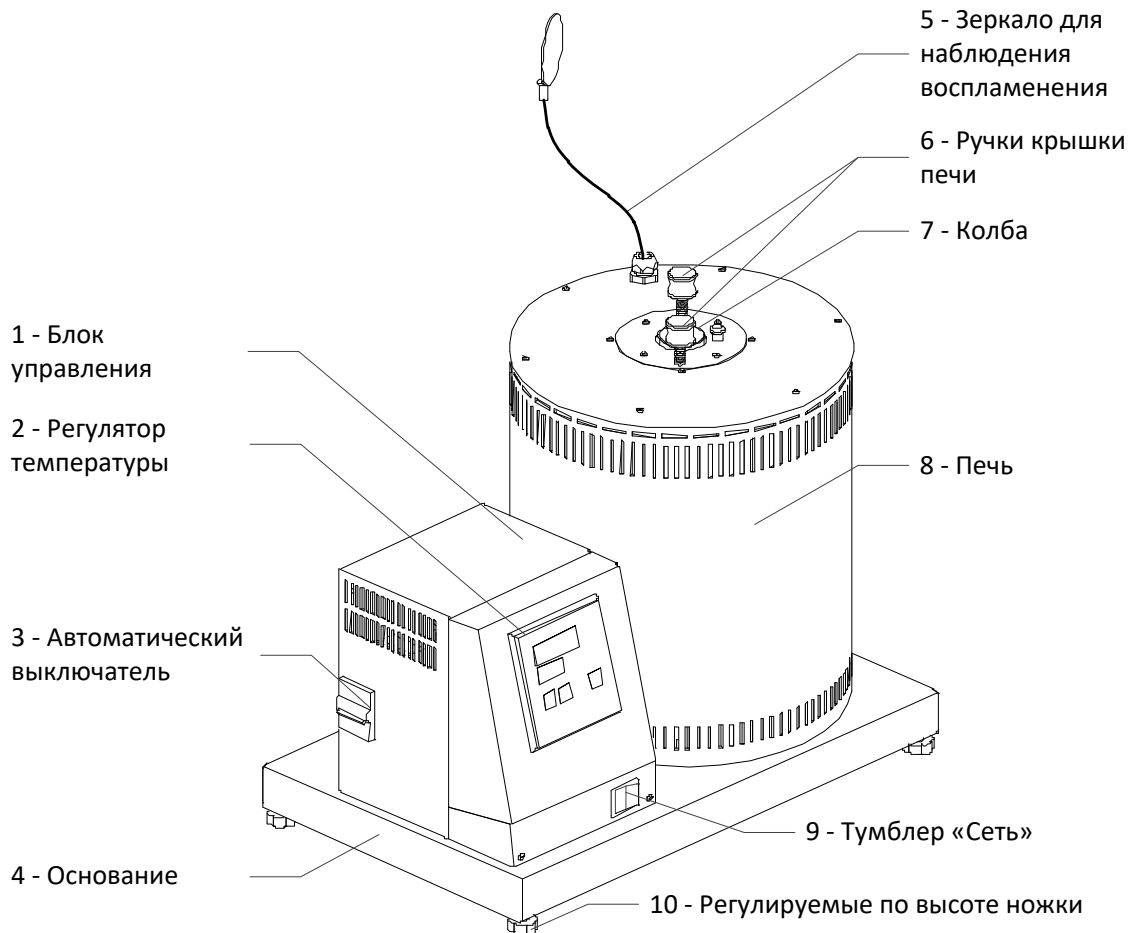

Рисунок 1 – Общий вид аппарата
Конструктивно аппарат СВ-10 состоит из блока управления (1) и технологического блока (см. рисунок 1).
- 3) Включить аппарат тумблером «Сеть» (9) (см. рисунок 1, страница 3).
4.6.1 Снять крышку с воздушной бани печи аппарата за ручки (6), используя термозащитные перчатки (см. рисунок 1, страница 3).
4.6.2 Выключить аппарат при помощи тумблера «Сеть» (9) (см. рисунок 1, страница 3).